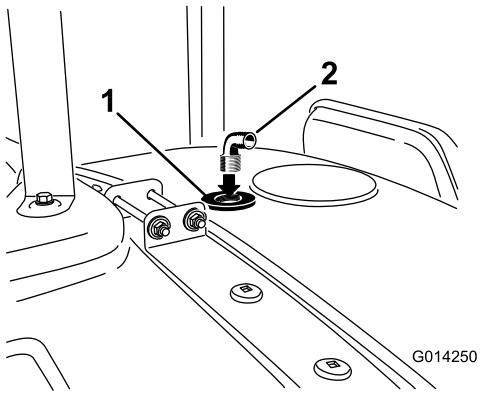

Figura 18
8. Montate il raccordo a 90° nell'apertura filettata del diaframma dell'ugello di lavaggio (Figura 18).